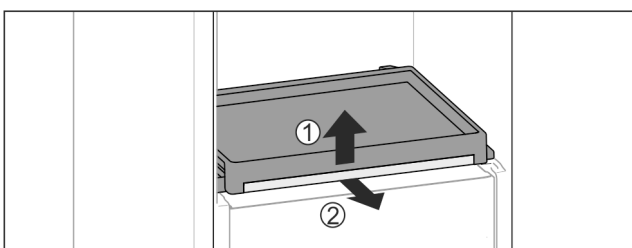

Fig. 95
- ▶ Uitschuifplateau met glasplaat eruit halen: Glasplaat aan de voorkant licht omhoog tillen Fig. 95 (1) en vanaf de voorkant eruit trekken Fig. 95 (2).